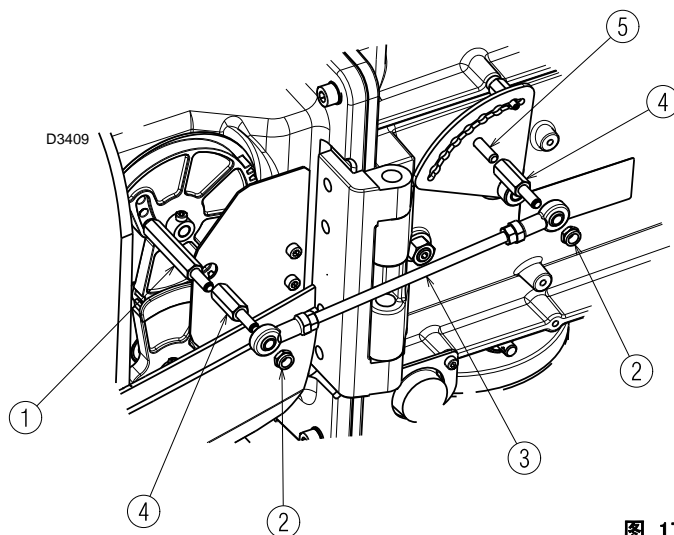

图 17
如果出于燃烧效果的原因，需要移动定位杆 1)(图 17) 到齿轮的第 1 和第 2 孔上，恰好此时铰链位于右侧，必须安装随附的加长定位杆 4)。
- 拧松螺母 2)(图 17)后，取下拉杆 3)，拧下定位杆 1) 安装到适合的孔位；